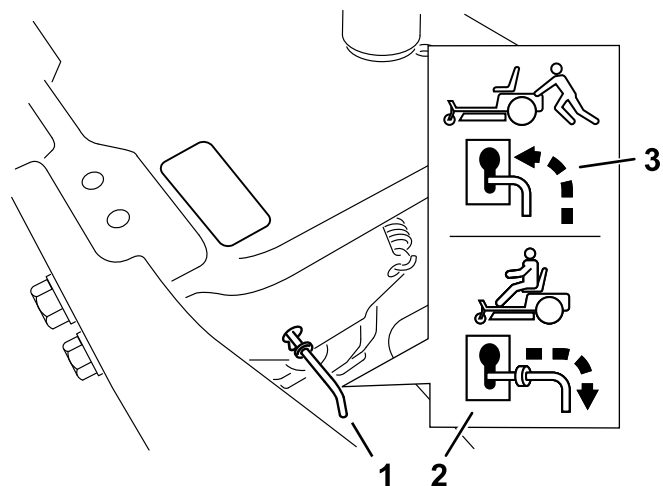

Figura 32
4. Mova as alavancas de derivação para frente através do orifício da chave e para baixo para as bloquear no lugar (Figura 32).
Mova as alavancas de derivação para trás através do orifício da chave e para baixo para as bloquear no lugar, como se mostra na Figura 32.